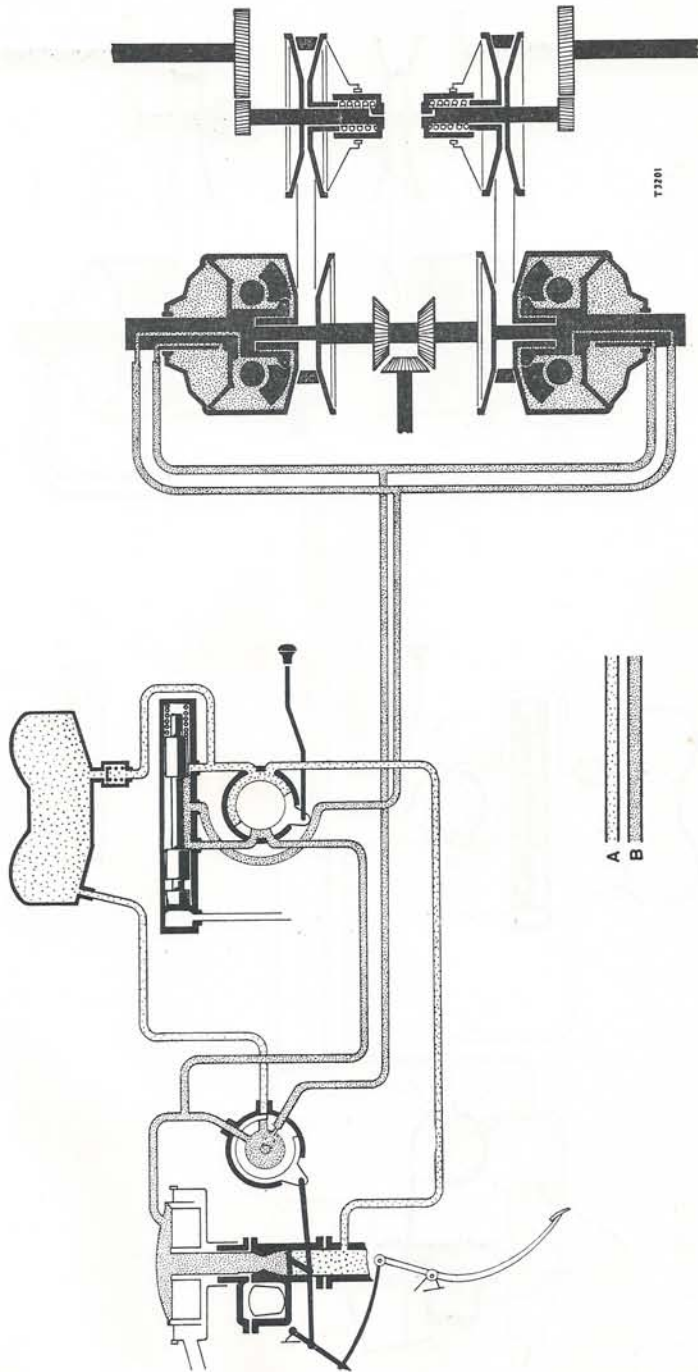

Fig. 1.
*1. Stand bij stationair toerental (fig. 1):* Bij stationair toerental is de gasklep in de carburateur bijna geheel gesloten. Door de roterende vacuümklep wordt nu het bovenste met het onderste aansluitpijpje verbonden, terwijl het middelste gesloten is.